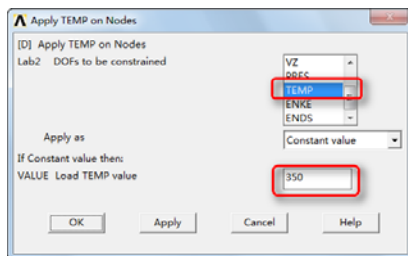

图 8-69 “Apply TEMP on Nodes”对话框
⑥依次选择 Main Menu→Preprocessor→Loads→Define Loads→Apply→Thermal→Temperature→On Nodes, 会弹出“Apply TEMP on Nodes”对话框。单击“Pick All”按钮, 会弹出“Apply TEMP on Nodes”对话框, 如图 8-69 所示。在 Lab2 DOFs to be
⑨依次选择 Main Menu→Preprocessor→Loads→Define Loads→Apply→Thermal→Temperature→On Nodes，会弹出“Apply TEMP on Nodes”对话框。单击“Pick All”按钮，会弹出“Apply TEMP on Nodes”对话框，如图 8-69 所示。在“Lab2 DOFs to be constrained”列表中选择“TEMP”，在“VALUE Load TEMP value”输入框中输入 260，单击“OK”按钮关闭该对话框。